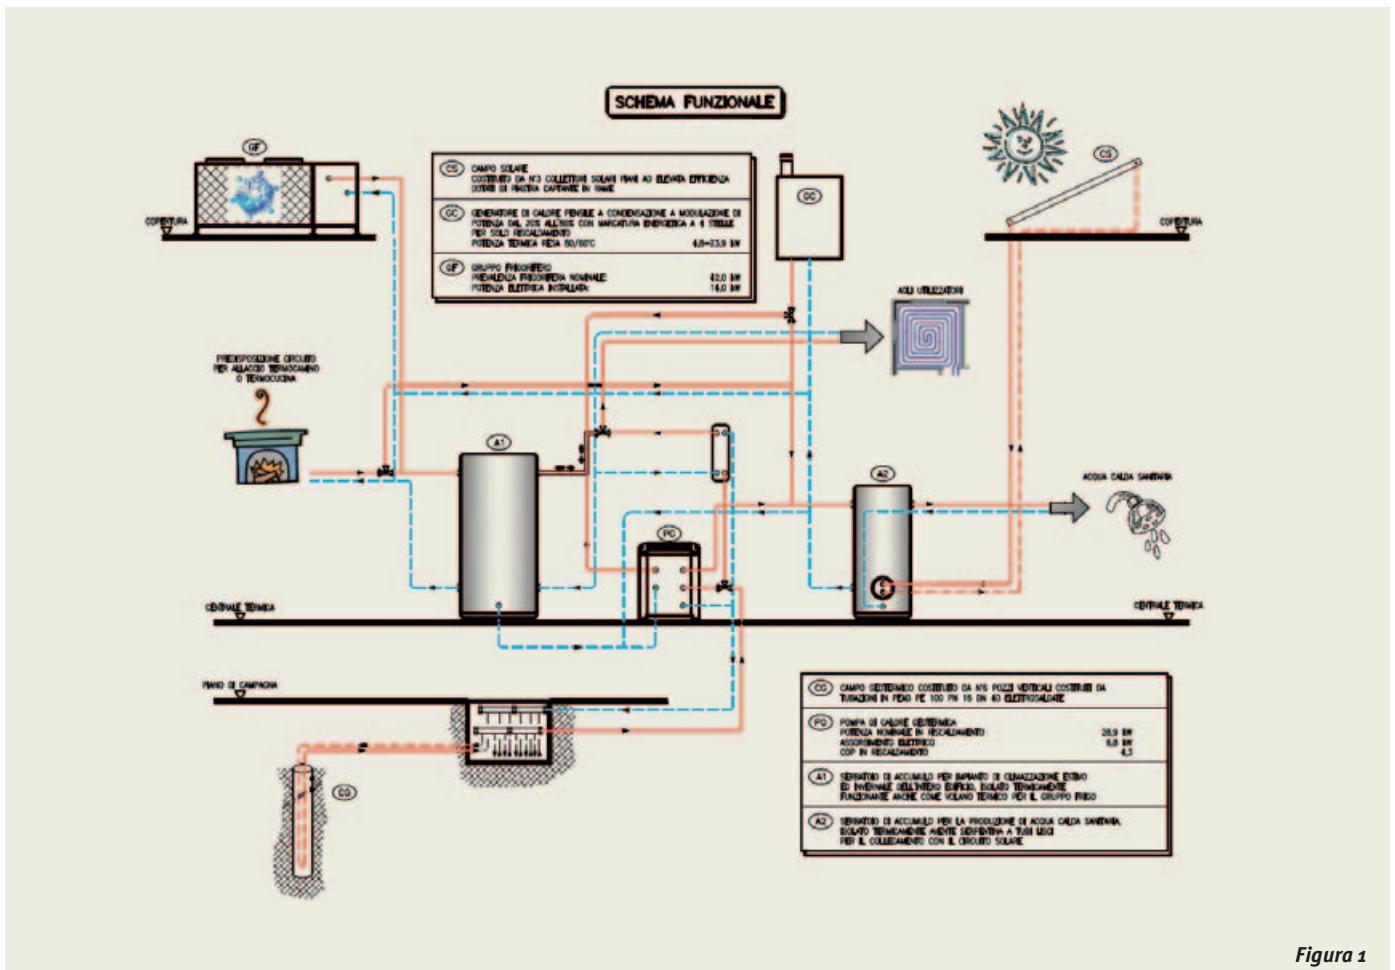

Figura 1
«Vede geometra, la struttura è dotata di: **Impianti di climatizzazione a pannelli radianti, deumidificatori e sistema di ricambio aria.** L'impianto di riscaldamento invernale per la sala mostra (566 m²), i magazzini del primo piano (335 m²) e per gli uffici al piano terra (50 m²) è a pavimento radiante, mentre quello degli uffici al primo piano (260 m²) è a soffitto radiante. Negli spogliatoi al piano terra (50 m²) sono installati dei radiatori con una potenza nominale di circa 6.000 watt. L'acqua calda ai terminali proviene da un serbatoio di accumulo (A1) da 1.000 litri mantenuto alla temperatura di 40°C che riceve l'energia termica dalla pompa di calore geotermica (PG), dalla caldaia a condensazione (CG) e da un termo camino a biomassa (TC) come si vede in **figura 1**. Un secondo serbatoio di accumulo (A2) da 800 litri, mantenuto alla temperatura di 55°C, funge da volano termico giacché attraverso uno scambiatore a piastre (S2) eroga calore all'acqua del circuito